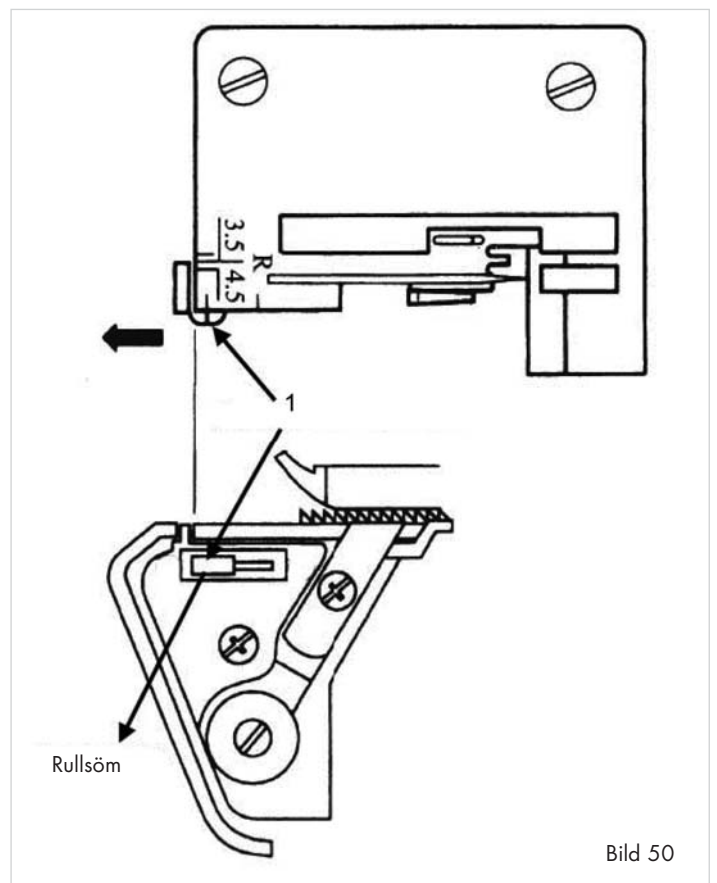

Bild 50
- Öppna frontluckan ⑩.
- Skjut sömbreddsväljaren ②③ till läge R så att fingret åker tillbaka (1) (bild 50).
① **Observera:**